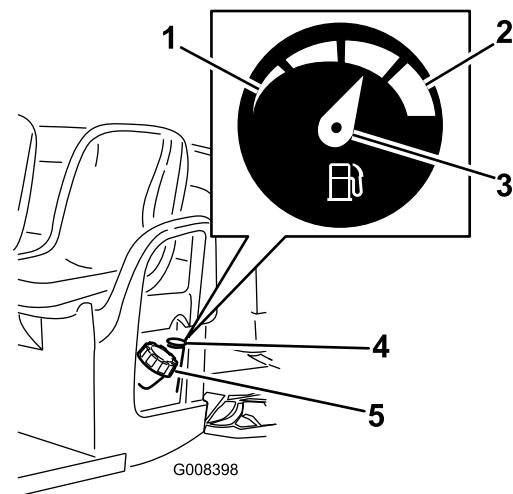

Figure 13
4. Nettoyez la surface autour du bouchon du réservoir de carburant (Figure 13).